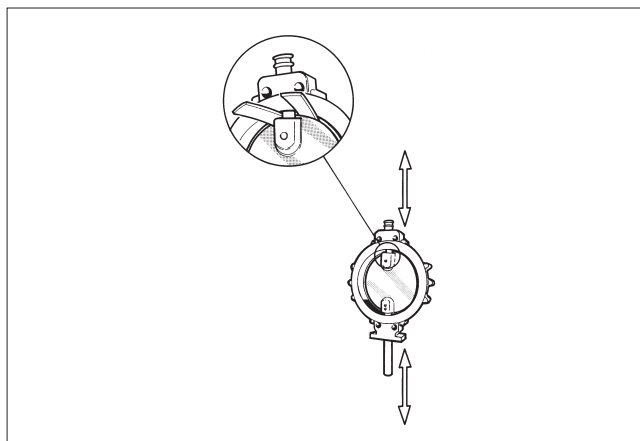

Fig. 15 Protection du disque au cours du démontage et du remontage
- Retirer les vis (26) et la bride aveugle (10), puis enlever la rondelle d'étanchéité (18).
- Placer des bandes de caoutchouc ou une autre protection entre le bord du disque et le corps, et enlever les axes (cf. figure 15).
- Poser le disque sur sa face plane sur la surface de support. Lever le corps et le déposer autour du disque en alignant les alésages des axes avec ceux du disque. Ne pas oublier de protéger le disque! (Cf. figure 15)